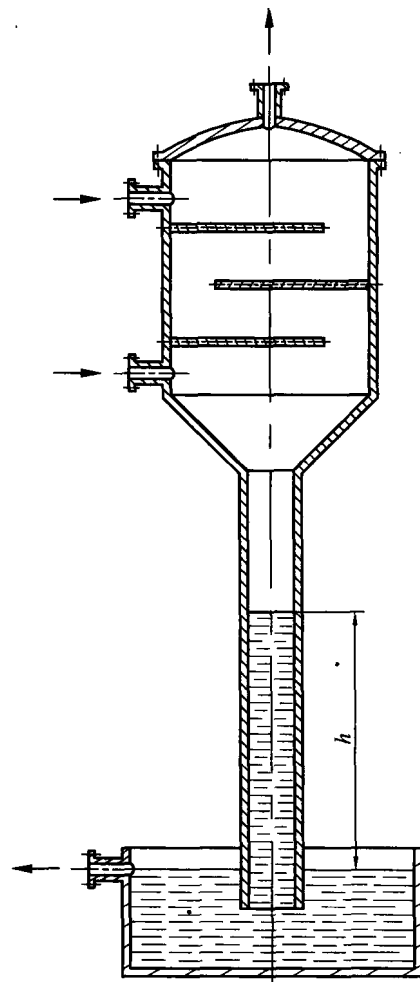

图 1-1
1. 如图 1-1 所示高位冷凝器，若器内真空度为 $7.7 \times 10^4 \text{ Pa}$ ，冷凝水温度为 30°C ，求气压管内液柱的高度。